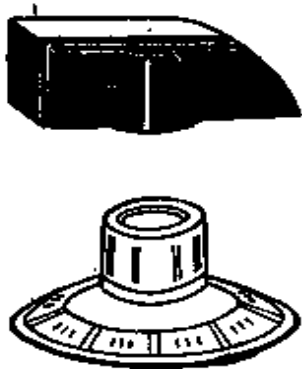

图 2-9
5. 旋钮和刻度盘 旋钮用于可变电容器、电位器等需要转动调节的元件。实物外形如图 2-9。刻度盘是用于标明旋钮在调节中的不同位置的。